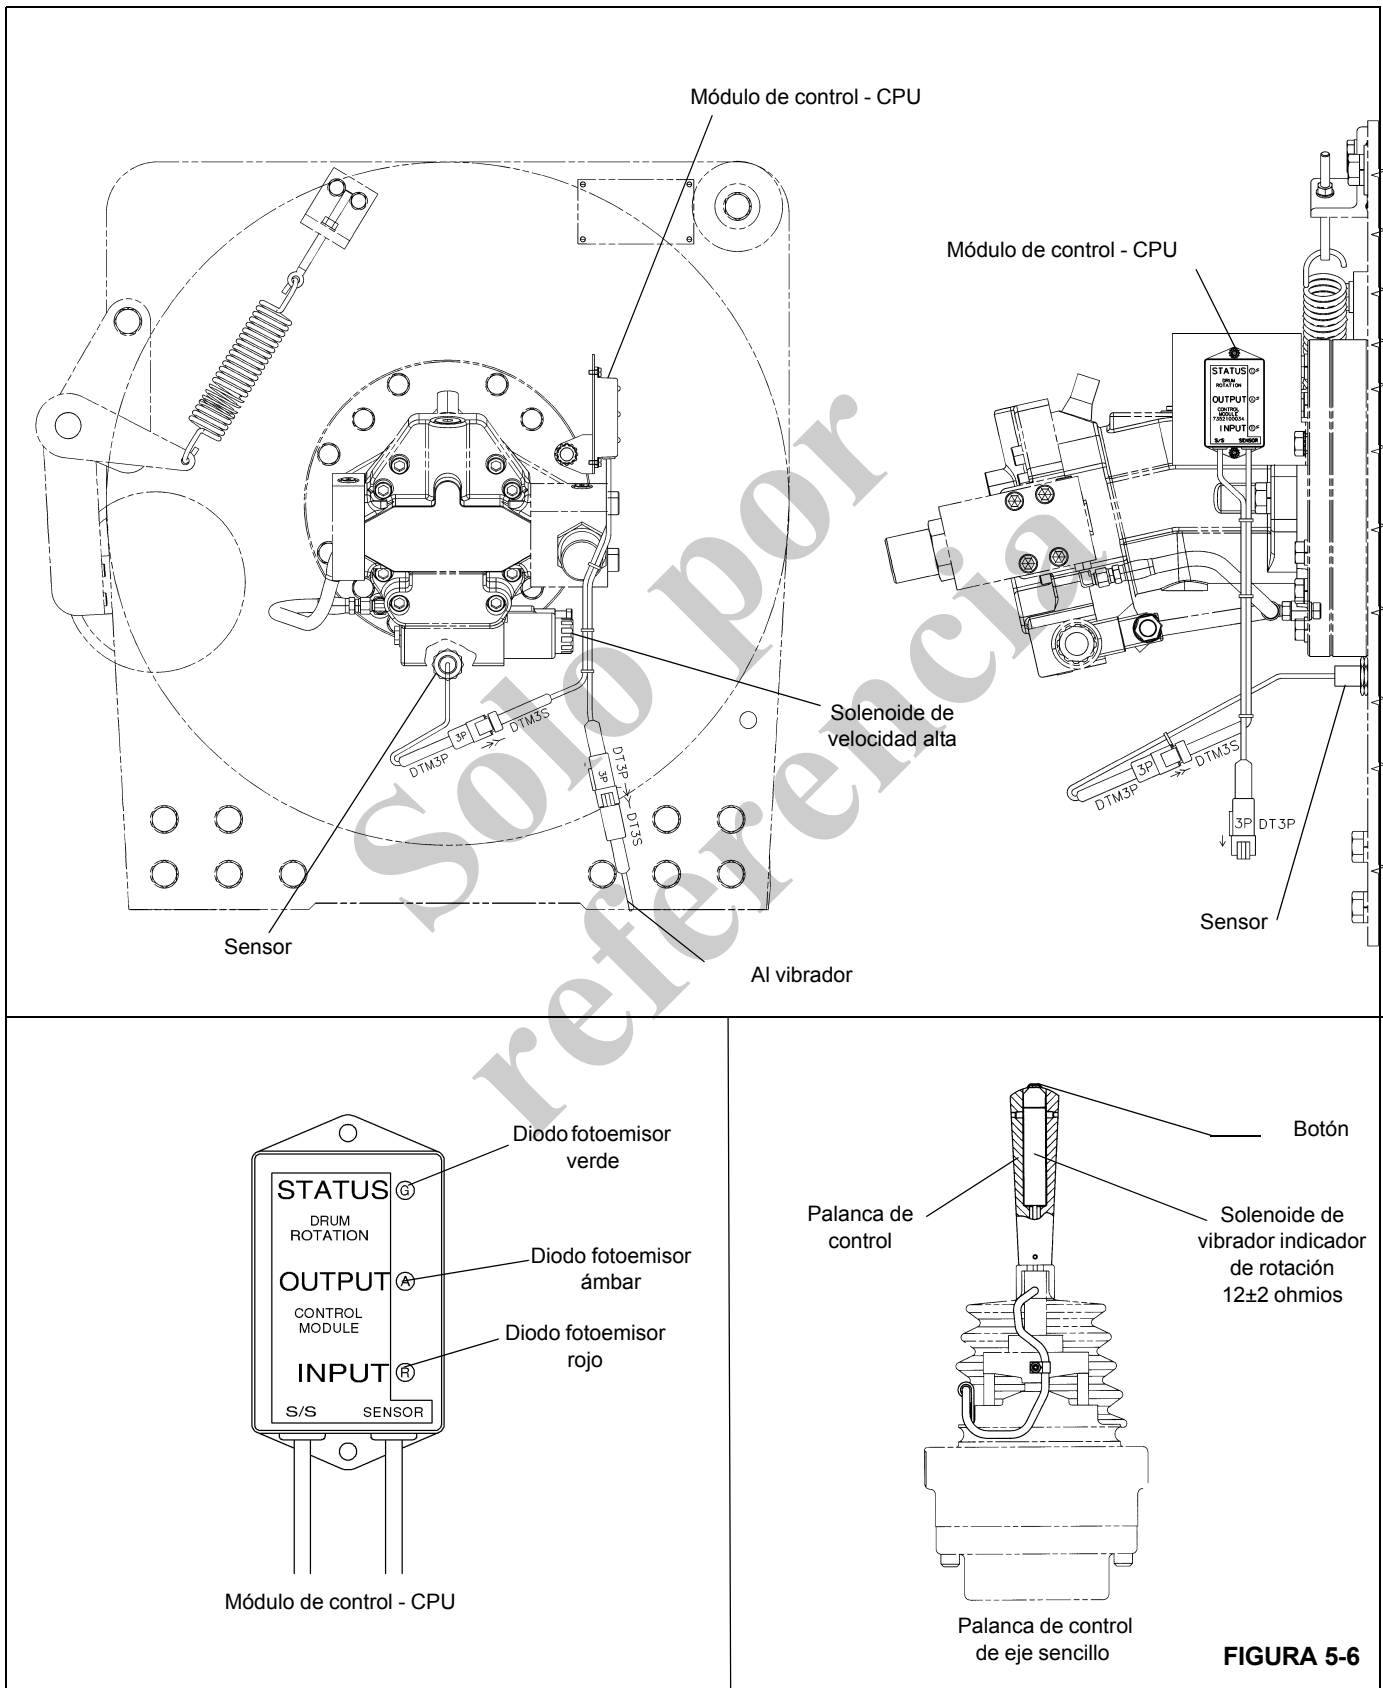

FIGURA 5-6
5. Quite la holgura de las cadenas de elevación (Figura 5-6) y levante el contrapeso justo lo suficiente para qui-